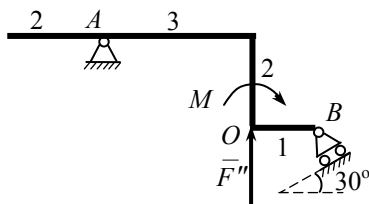
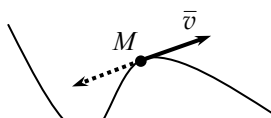
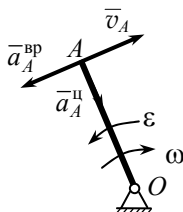
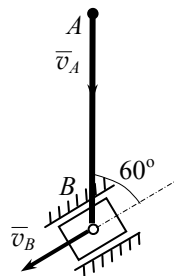

Рис. 43
Рис. 44
Рис. 45
Рис. 46
1. $F_x = -F \cos 30^\circ$, $F_y = -F \sin 30^\circ$. 2. $M_O(\vec{F}) = F \cdot 2$. 3^{мех}. См. рис. 43, $M = -F \cdot 5$. 4. $\sum_k F_{kx} = X_B - R_A \cos 60^\circ = 0$. 5. $v_x = 6t + 4$, $v_x(1) = 10$ м/с. 6. $a_x = 12t$, $a_x(1) = 12 \text{ м/с}^2$. 7. См. рис. 44. 8. $\omega_z = -4t$, $\omega_z(2) = -8 \text{ рад/с}$. 9. $\varepsilon_z = -4$, $\varepsilon_z(1) = -4 \text{ рад/с}^2$. 10. См. рис. 45. 11. $v_A = 1,2 \text{ м/с}$. 12. $a_A^{\text{вр}} = 2 \text{ м/с}^2$, $a_A^{\text{н}} = 1,8 \text{ м/с}^2$. 13^{мех}. См. рис. 46, $v_B = 10 \text{ м/с}$. 14. $m \frac{dv_x}{dt} = Q - G \cdot \cos 60^\circ$. 15. $v \approx 19 \text{ м/с}$. 16^{мех}. $c = 4000 \text{ Н/м}$. 17^{мех}. $k = 30 \text{ рад/с}$. 18^{мех}. $T_B \approx 0,42 \text{ с}$. 19^{мех}. $p = 100 \text{ рад/с}$, резонанса не будет. 20^{мех}. $J_z = 0,75 \text{ кг} \cdot \text{м}^2$. 21^{мех}. $\omega_1 = 8,17 \text{ рад/с}$. 22^{мех}. $\varepsilon_z = 5 \text{ рад/с}^2$, $\omega_{1z} = 10 \text{ рад/с}$.